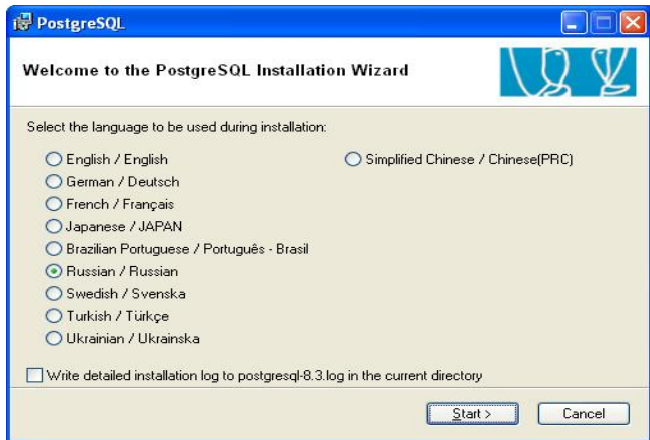

Рис. 4.2.1. Выбор языка, используемого при установке
- В открывшемся окне выберите язык, используемый при установке (по умолчанию – *Russian*) и нажмите кнопку *Start* (рис. 4.2.1).